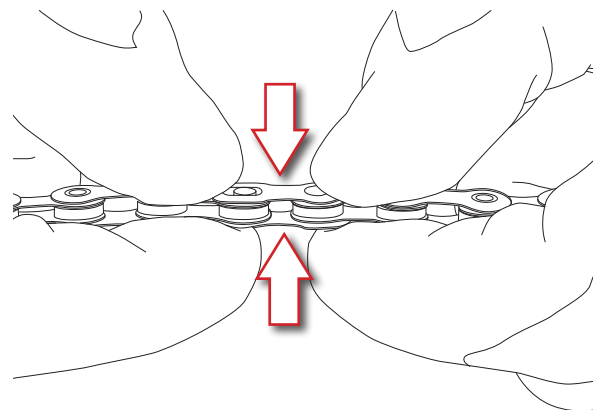

Abb.9
- Drücken Sie das C-Link™, um sicherzustellen, dass die Stifte vollständig eingesetzt sind (Abb. 9).